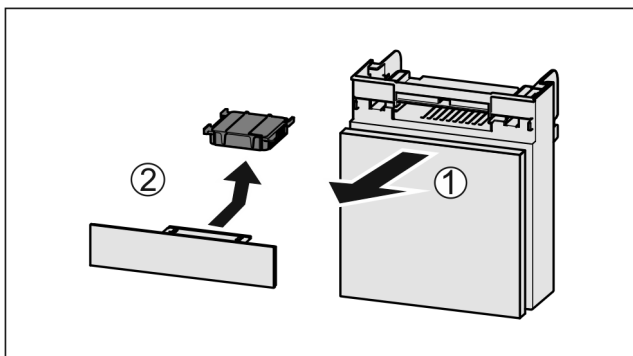

Fig. 182
- Estrarre il vano tirando in avanti Fig. 182 (1).
- Rimuovere il filtro a carboni attivi Fig. 182 (2).